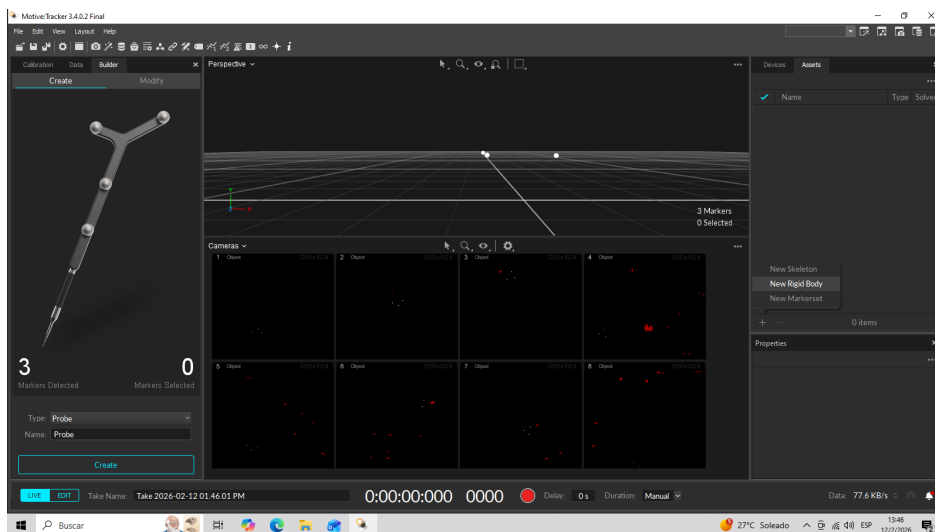

Figura 24: Opción de creación del Rigid Body desde el menú contextual.
**Paso 3:** Con los marcadores seleccionados, hacer clic derecho sobre la vista 3D y seleccionar la opción **Rigid Body >Create From Selected Markers**. (Figura 24)